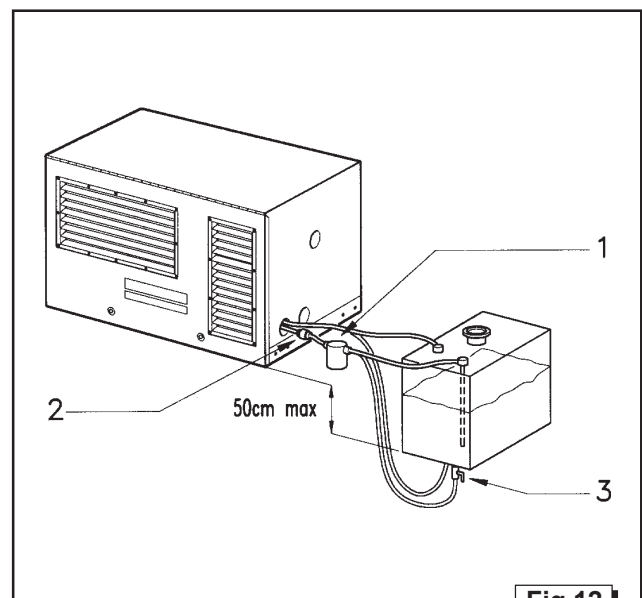

Fig.12
Il gruppo VOYAGER va alimentato a gasolio e non disponendo di serbatoio al suo interno, deve essere collegato ad un serbatoio esterno che può essere anche quello dell'auto-veicolo. Il gruppo dispone di pompa (AC) in grado di prelevare carburante ad un dislivello massimo di 50 cm (fig. 12) e di un filtro a cartuccia; è buona norma inserire, nel collegamento al serbatoio, un rubinetto (Fig. 12 rif. 3), un filtro separatore acqua-carburante (Fig. 12 rif. 1) ed una valvola unidirezionale (Fig. 12 rif. 2) onde evitare lo svuotamento dell'impianto combustibile (utilizzare valvola unidirezionale con apertura a 50 millibar). I tubi da utilizzare, per il collegamento del gruppo al serbatoio, devono essere di gomma resistente agli idrocarburi e di diametro interno di 6 mm.